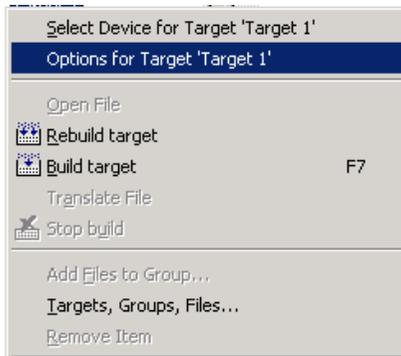

图 1-12 Options for Target “Target 1” 选项
11) 接下来要对目标进行一些设置。用鼠标右键（注意用右键）单击 Target1，在弹出的会计菜单中选择 Options for Target “Target 1” 选项，如图 1-12 所示。